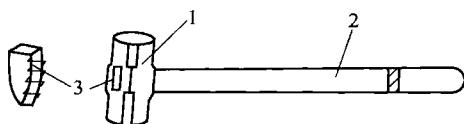
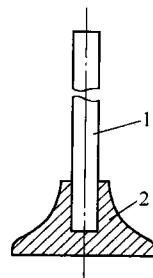

图 2-1 大锤
图 2-2 锤桩
1) 打大锤技术是冷作工的一项基本功，它不仅在手工操作中发挥很大作用，而且在机械化作业中也常用它来完成一些辅助工作，冷作工用的大锤和锤桩如图 2-1 和图 2-2 所示。
1) 如图 2-1 所示, 一般应选择重量为 3.6kg 的锤头, 在正式训练前要学会安装锤柄。首先应选择好锤头、锤柄。选择锤头时, 主要看其孔眼是否端正, 大小是否适宜。选择锤柄时, 既要看它整体是否很直, 还要看它的木纹是直的还是斜的。木纹直而整体不直的锤柄调直后尚可使用, 而斜向木纹的锤柄因其受振易断, 不宜选用。
如图 2-2 所示, 锤桩由一个合适直径的钢棒插入铸铁底座构成。锤桩的高度与训练者的身高相适应, 一般以 800~1000mm 为宜。